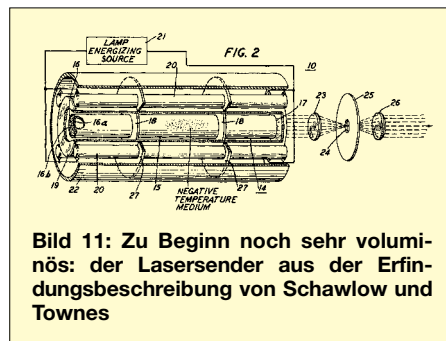

Bild 11: Zu Beginn noch sehr voluminös: der Lasersender aus der Erfindungsbeschreibung von Schawlow und Townes
Bild 11 zeigt den Lasergenerator mit der gekühlten Lichtkammer (15) und mehreren Lampen (20), die in der reflektierenden Kammer (22) angeordnet sind. Rechts befindet sich der Austritt des sehr eng gebündelten und hochenergetischen Lichtstrahls aus sichtbarem Licht, UV- oder IR-Strahlung (Patentschrift US 2,929,922).